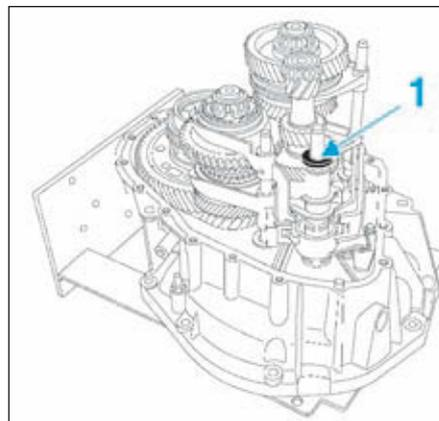

FIG.15
- Récupérer la rondelle de réglage (1) du module de sélection (Fig.15).